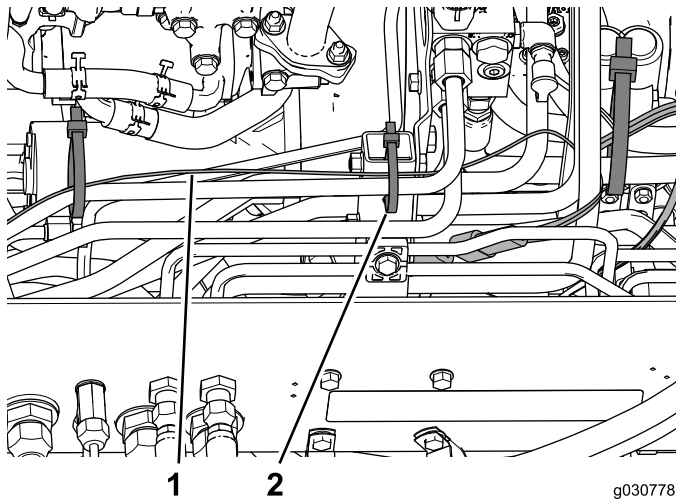
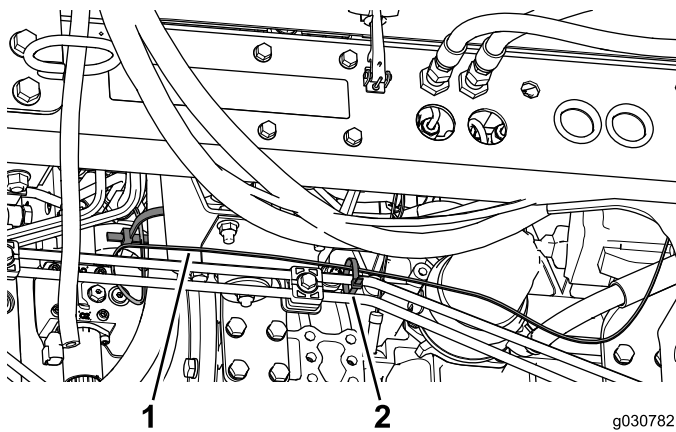

Bild 51
Bild 52
5. Befestigen Sie den Kabelbaum mit Kabelbinden an den Hydraulikschläuchen und starren Leitungen; die Stellen sind in Bild 51 und Bild 52 abgebildet.